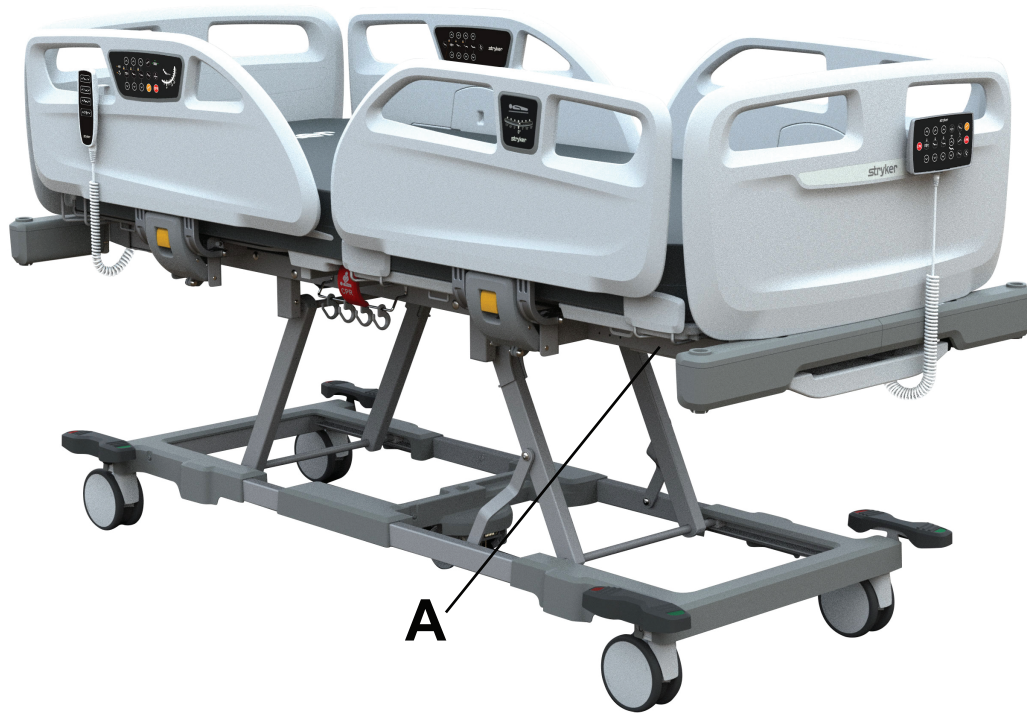

Figure 6 – Numéro de série Stryker et emplacement de l'étiquette de spécification
Le numéro de série Stryker et l'étiquette de spécification (A) sont situés sous la barrière latérale du patient, près du côté pieds du produit (Figure 6).